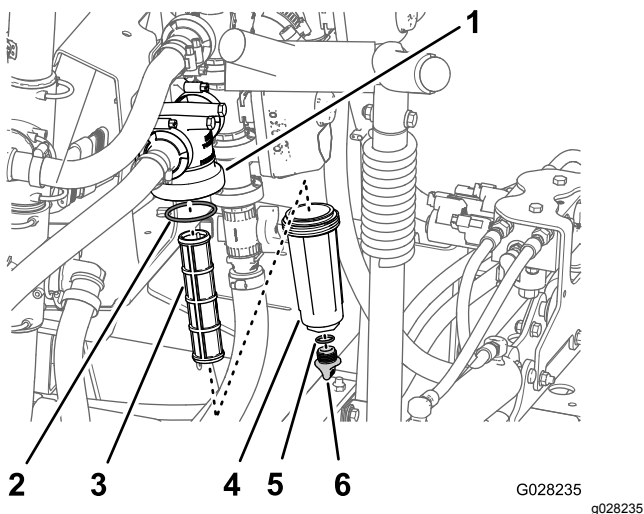

Figura 82
2. Coloque un recipiente de drenaje debajo del filtro de presión (Figura 82).
3. Gire el tapón de vaciado en sentido antihorario y retírelo de la cubeta del filtro de presión (Figura 82).
4. Enrosque la cubeta en sentido antihorario y retírela de la cabeza del filtro (Figura 82).
5. Retire el elemento usado del filtro de presión (Figura 82).
6. Inspeccione la junta tórica del tapón de vaciado (situada dentro de la cubeta) y la junta tórica de la cubeta (situada dentro de la cabeza del filtro) en busca de daños o desgaste (Figura 82).
7. Instale el elemento nuevo del filtro de presión en la cabeza del filtro (Figura 82).
8. Instale la cubeta en la cabeza del filtro, y apriétela a mano (Figura 82).
9. Instale el tapón en la cubeta, y apriételo a mano (Figura 82).